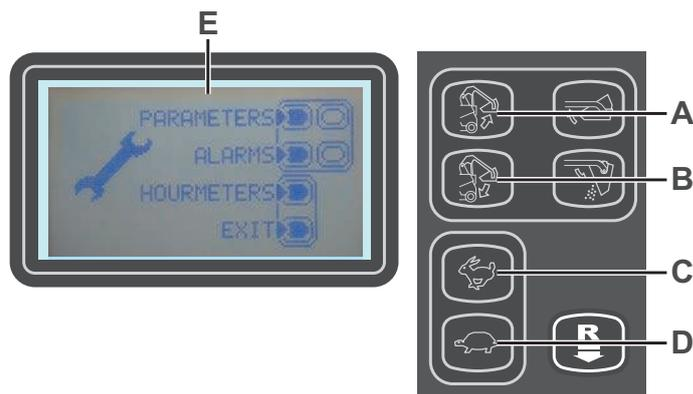

Figure 3
### Écran principal (E, Fig. 3)
1. Tourner la clé de contact (51) vers la position « I » de démarrage en poussant en même temps sur les boutons (52) et (53) pour entrer à la page-écran principale (E, fig. 3).
2. Appuyer sur le bouton (A) pour procéder à la modification des paramètres de la machine (voir le paragraphe Écran paramètres de la machine).
3. Appuyer sur le bouton (B) pour vérifier les alarmes éventuelles mémorisées par la machine (voir le paragraphe Écran mémoire alarmes).
4. Appuyer sur le bouton (C) pour contrôler les heures de travail de la machine (voir le paragraphe Écran compte-heures).
5. Appuyer sur le bouton (D) pour quitter le mode service et revenir au mode opérateur.
Pour revenir à l'écran principal (E, Fig. 3) appuyer plusieurs fois sur le bouton (A).
Pour revenir à l'écran principal (E, Fig. 3) appuyer sur le bouton (A).